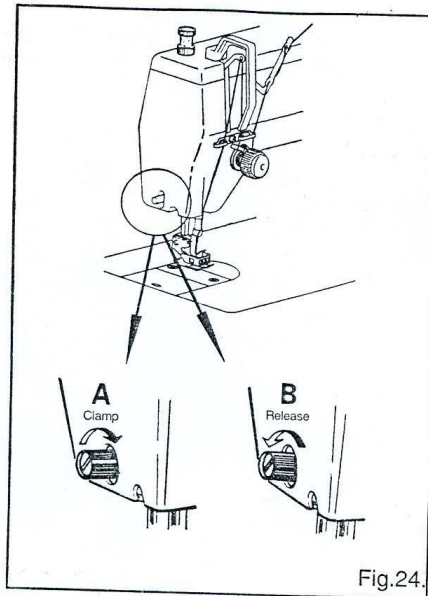

Fig.24.
20. Переключение на прямострочный стежок (Рис. 24)
(Надписи на (Рис. 24): А – зажать, В – отпустить)